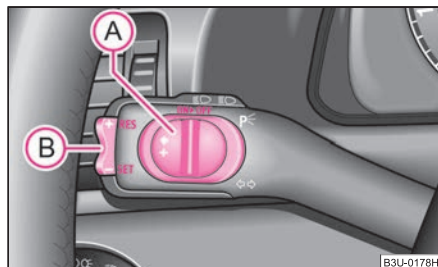

Fig. 121 Leva di comando: tasto basculante e interruttore a cursore dell'impianto di regolazione della velocità
- Portare l'interruttore a cursore (A) ⇒ fig. 121 in posizione **ON**.
- Raggiunta la velocità desiderata, premere il tasto basculante (B) in posizione **SET**.
- Premendo il tasto basculante (B) ⇒ fig. 121 in posizione **RES** è possibile **incrementare** le velocità memorizzate senza azionare il pedale dell'acceleratore.
- L'impianto di regolazione della velocità si disinscrive anche spostando verso destra l'interruttore **(A)** ⇒ pag. 108, fig. 121 per portarlo nella posizione intermedia prima della posizione **OFF**. L'interruttore a cursore torna poi automaticamente in posizione **ON**.
Il **ripristino** della velocità memorizzata avviene rilasciando il pedale del freno o della frizione, per le vetture con cambio automatico rilasciando solo il pedale del freno, e dopo aver premuto brevemente il tasto basculante **(B)** ⇒ pag. 108, fig. 121 in posizione **RES**.
- Premere a fondo l'interruttore a cursore **(A)** ⇒ pag. 108, fig. 121 verso destra nella posizione **OFF**. ■